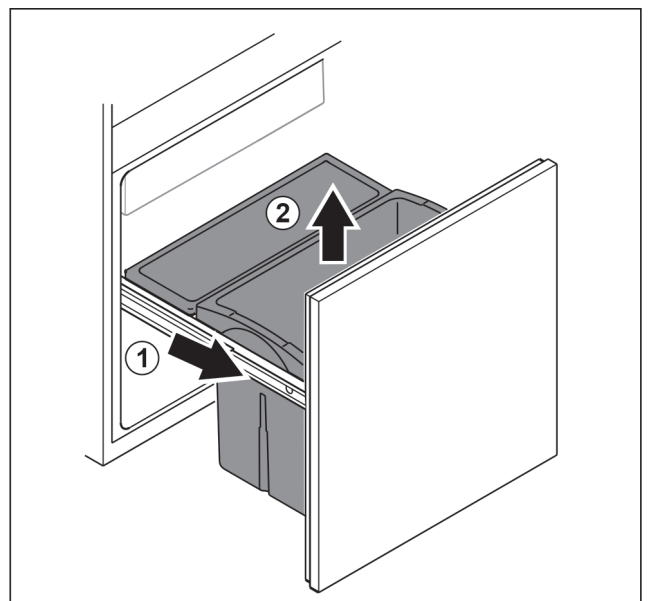

Fig. 100
- ▶ Витягніть витяжний візок до упору. Fig. 100 (1)
- ▶ Вийняти висувний ящик рухом вгору. Fig. 100 (2)